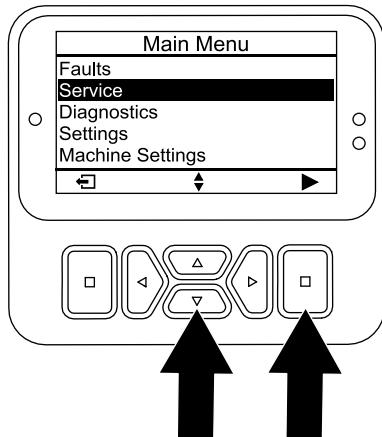

Bild 166
5. Drücken Sie die Taste „nach unten“, bis die Option SERVICE ausgewählt ist, und drücken Sie dann die Auswahltaste (Bild 166).